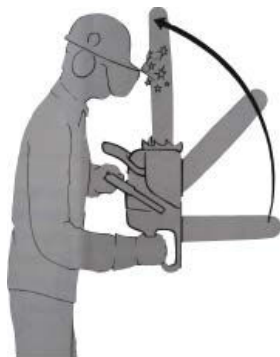

Рис. 8 . «Отдача» бензопилы
7.4.9. Избегать положений пильной части шины, ведущих к «отдаче», см. рис.8